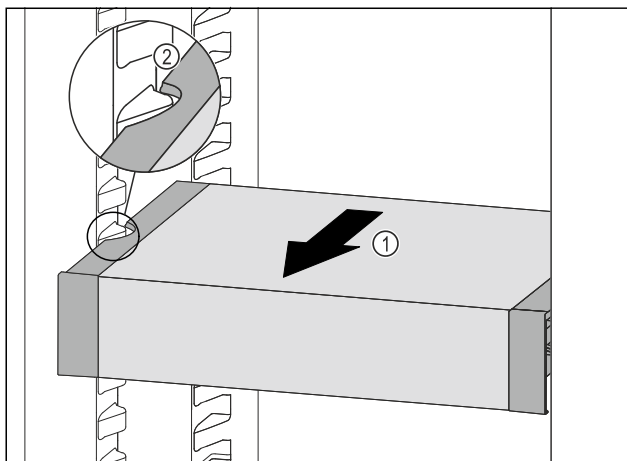

Fig. 115
- VarioSafe pociągnąć w przód Fig. 115 (1), aż boczne wycięcia szuflady VarioSafe będą się znajdować na wysokości żeber pojemnika w chłodziarce. Fig. 115 (2)